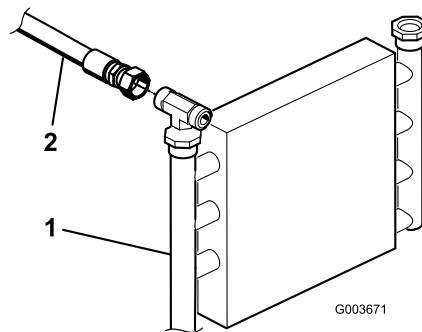

図 13
1. オイル・クーラから既存の昇降バルブに入っている油圧チューブを探し出す（図 13）。油圧チューブをフレームに固定している金具とチューブ・クランプを外す。
2. オイル・クーラと昇降バルブから油圧チューブを外して取り除く（図 13）。